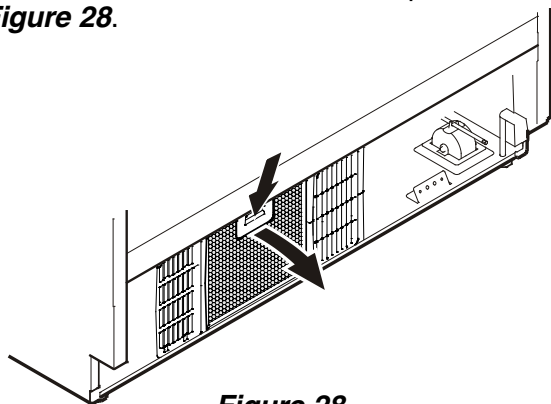

Figure 28
- Presser le bouton du filtre à air vers le bas, faire basculer le filtre vers l'avant puis le retirer - **Figure 28**.